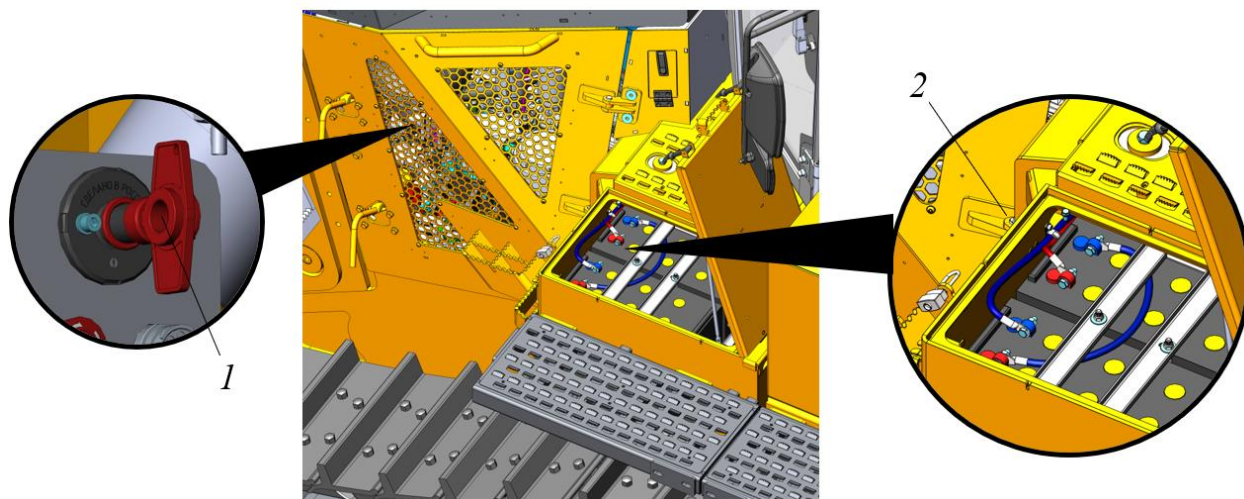

Рисунок 3.70. Подключение кабелей к разряженным аккумуляторным батареям
- ▶ Выключить питание выключателем АКБ бульдозера поз. 1 с разряженными батареями, рис. 3.70.
Порядок подсоединения: Первый зажим кабеля подключить к положительному выводу «+» от внешнего источника. Второй зажим этого кабеля подключить к положительному выводу «+» (поз. 2 рис. 3.70) разряженной батареи бульдозера. Первый зажим второго кабеля подключить к отрицательному выводу «-» внешнего источника. Второй зажим этого кабеля подключить на корпус стартера или на корпус двигателя бульдозера. **Не допускать контакта полюсных зажимов положительного и отрицательного соединительных кабелей.**